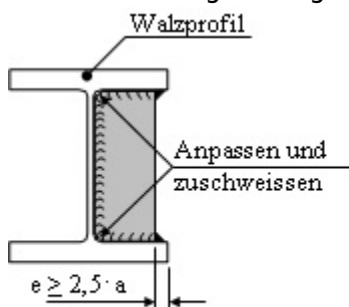
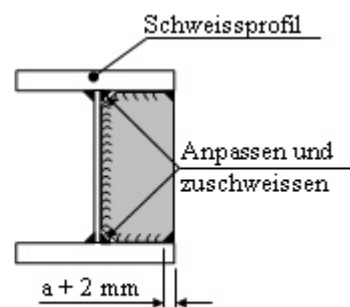

Bild 1
Bild 2
- Bei ruhender und vorwiegend ruhender Beanspruchung sind Ecken von Aussteifungen, Verstärkungsrippen und quer zu Längsblechen/ Längsträgern verlaufende Bleche in der Ecke anzupassen und rundherum zu verschweißen. Dies betrifft sowohl gewalzte als auch geschweisste Längs-Profile. Am Profilrand ist die Steife/ die Verstärkungsrippe/ das Querblech um das Maß  $e \geq 2,5 \cdot a$  zurückstehen zu lassen oder muss mit einer Fase versehen werden, die  $(a + 2)$  mm tief ist, damit eine ausreichende Umschweißung sichergestellt ist (Bild 1 und Bild 2).
- Bei dynamischer Belastung gilt für die Eckausführung das gleiche (Bild 1 und Bild 2), wenn die Dicken der beteiligten Bauteile  $\leq 15$  mm sind (Gurtbleche, Stegbleche, Steifen u.a.), da dann die Kerbwirkung aus Spannungsanhäufung durch Nahtkreuzung der Längs-/ Quernähte bzw. Walzspannung im Radius/ Quernähte geringer einzustufen ist, als die Kerbwirkung, verursacht durch einer Ausnehmung.